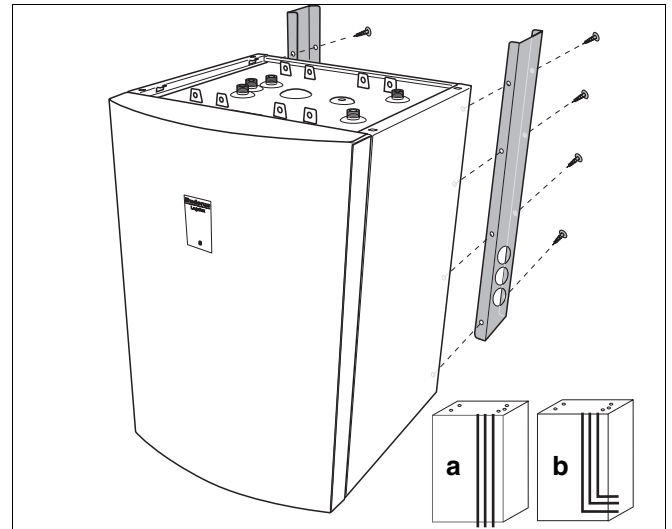

Abb. 10 Seitliche Abdeckung montieren
Aufputzmontage (Abb. 10, **Pos. a**):
Aufputzmontage (Abb. 10, **Pos. b**):
- Schrauben mit der Hand leicht einschrauben und durch die Montagebohrungen mit einem Schraubendreher anziehen (Abb. 10).